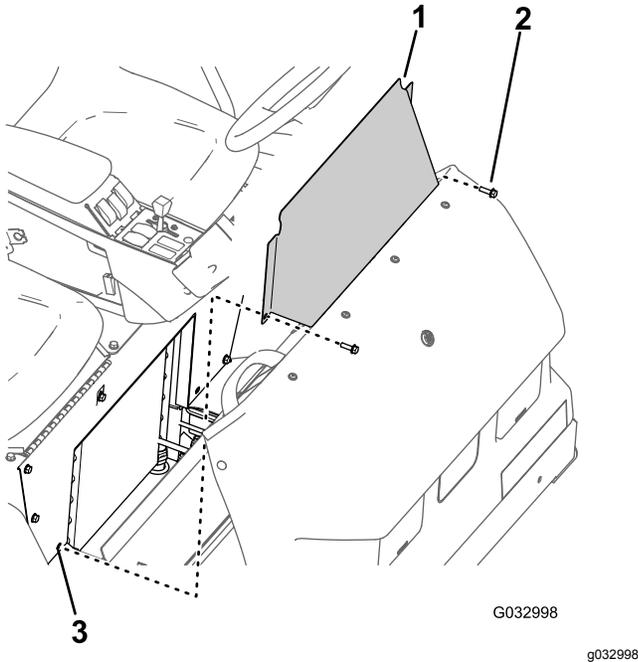

Figura 60
- Retire os 2 parafusos de cabeça flangeada que fixam o painel de acesso da base do banco à base do banco (Figura 60).
- Retire o painel de acesso da base do banco da máquina (Figura 60).
- Alinhe os orifícios no painel de acesso da base do banco com os orifícios na base do banco (Figura 60).
- Monte o painel de acesso da base do banco com os 2 parafusos de cabeça sextavada (Figura 60) que retirou no passo 1 de Remoção do painel de acesso da base do banco (página 54).